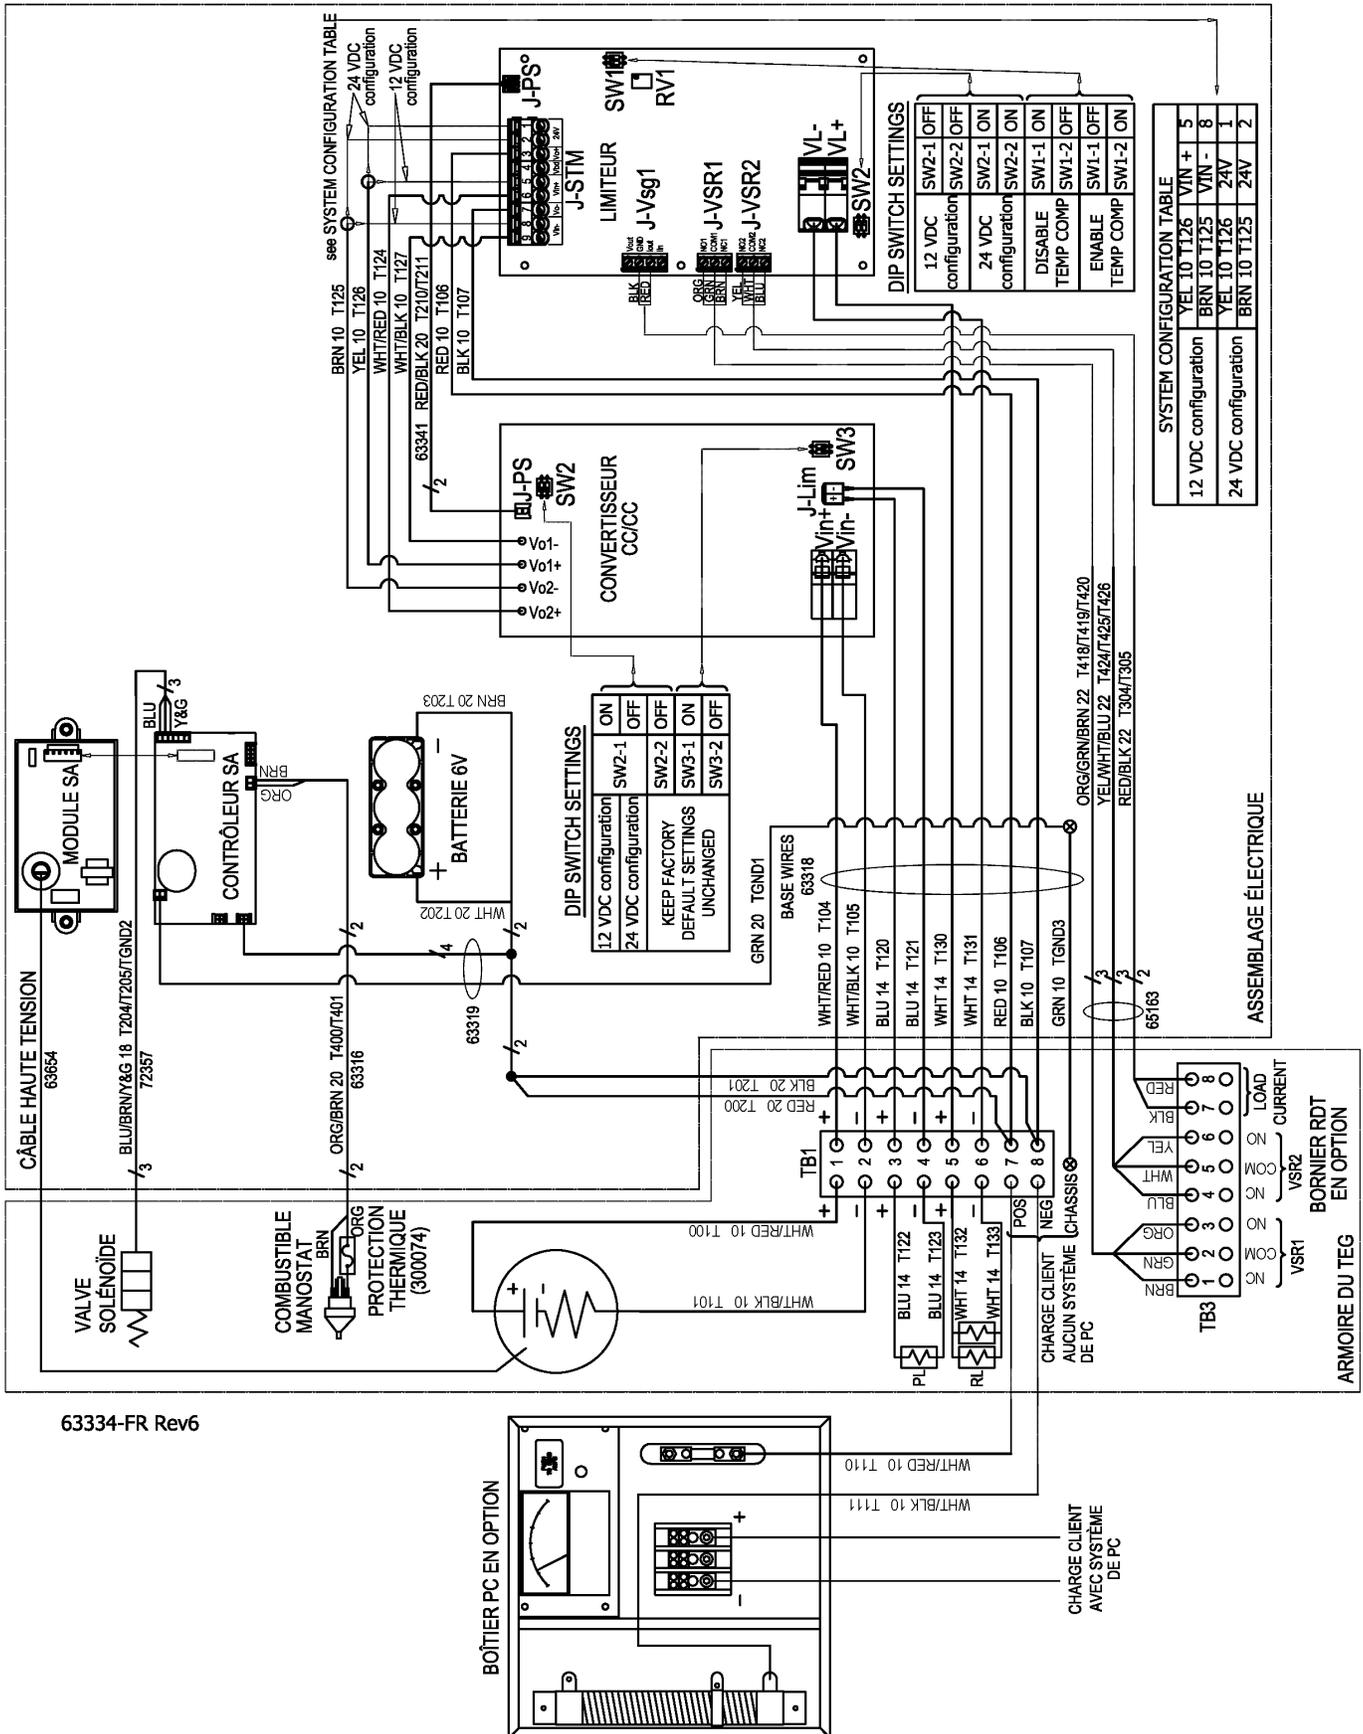
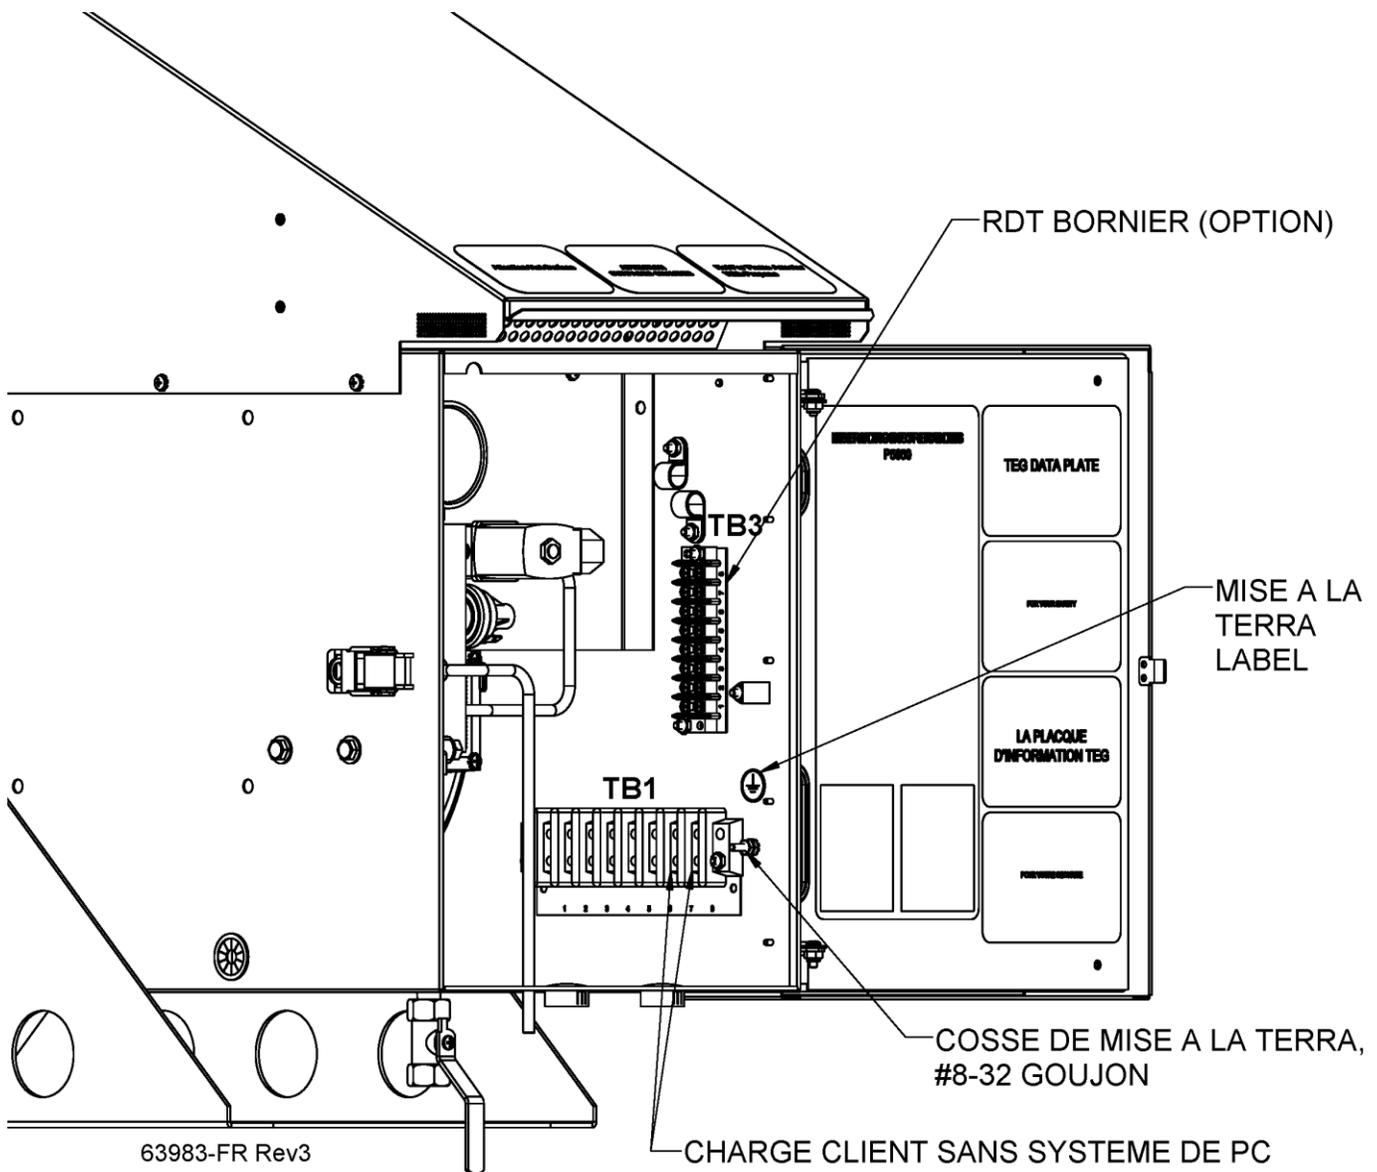

Figure 13 - Diagramme de câblage du TEG P-5100 pour 12 ou 24 V
Figure 15 - Connexions charge client
1. Glissez les fils de la charge client à travers l'orifice prévu en bas de l'armoire du TEG à l'aide des connecteurs de câbles adaptés au câble utilisé. Faites passer suffisamment de fil à connecter au bornier TB1. Reportez-vous à la Figure 15.
2. Connectez les câbles de la charge client aux bornes 7 (+) and 8 (-) du bornier TB1. Voir Figure 14, ou Figure 15 pour les systèmes de démarrage à distance.
Acheminez les câbles de l'interface PC vers le TEG conformément à la Figure 13 ou Figure 14, suivant le cas, et branchez-les au bornier TB1 (Cf. Figure 15).
3. Pour régler le TEG en vue d'une évaluation de la puissance de sortie, débranchez la charge client des bornes 7 (+) et 8 (-) du bornier TB1 (Cf. Figure 15). Connectez un voltmètre CC entre les bornes 5 (+) et 6 (-) du bornier TB1. La mesure correspondra à la V_{SET} .